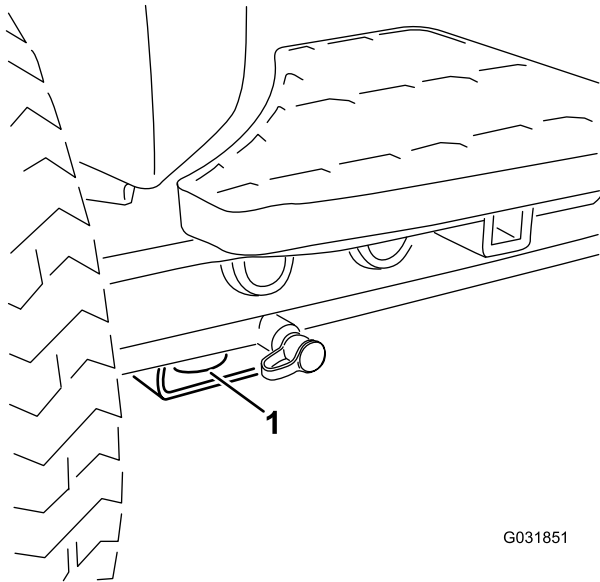

Figura 68
- Delantero – el orificio del bloque rectangular, debajo del tubo del eje, al interior de cada rueda delantera (Figura 68)